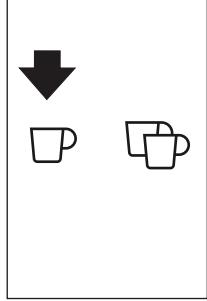

Fig. 19
- ▶ Puteți face câte o singură cafea pe rând apăsând pe tasta ☷ (B10) (Fig. 19).